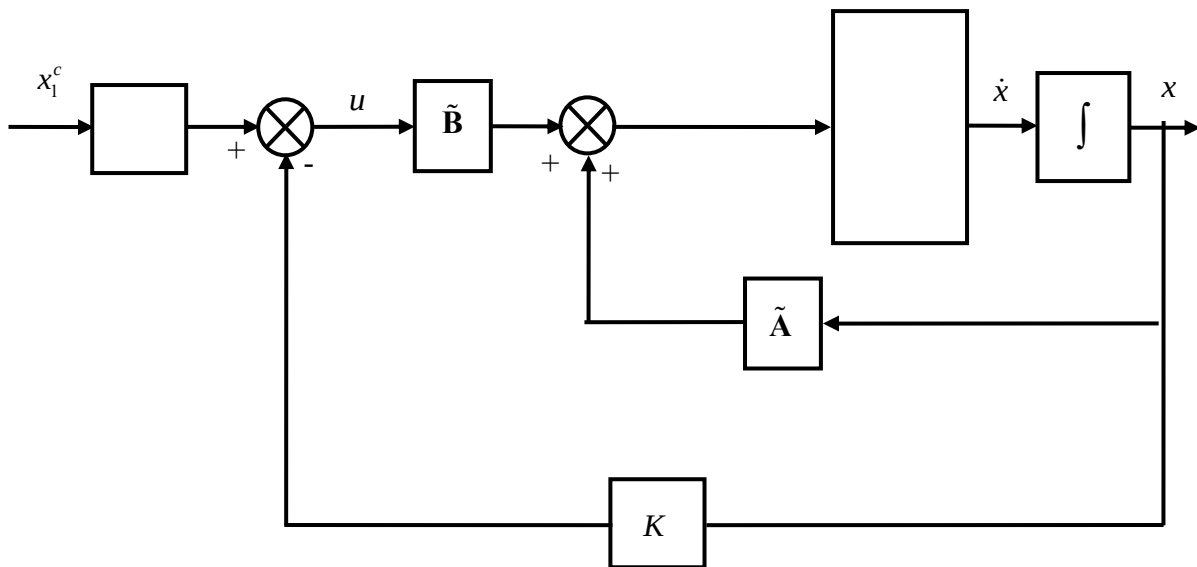

FIGURE 1 – Mise en forme pour l'étude de la robustesse aux incertitudes sur les constantes de temps.
- Montrer que le système en boucle fermée peut se mettre sous la forme de la figure 1, en précisant les expressions des matrices $\tilde{\mathbf{A}}$, $\tilde{\mathbf{B}}$.